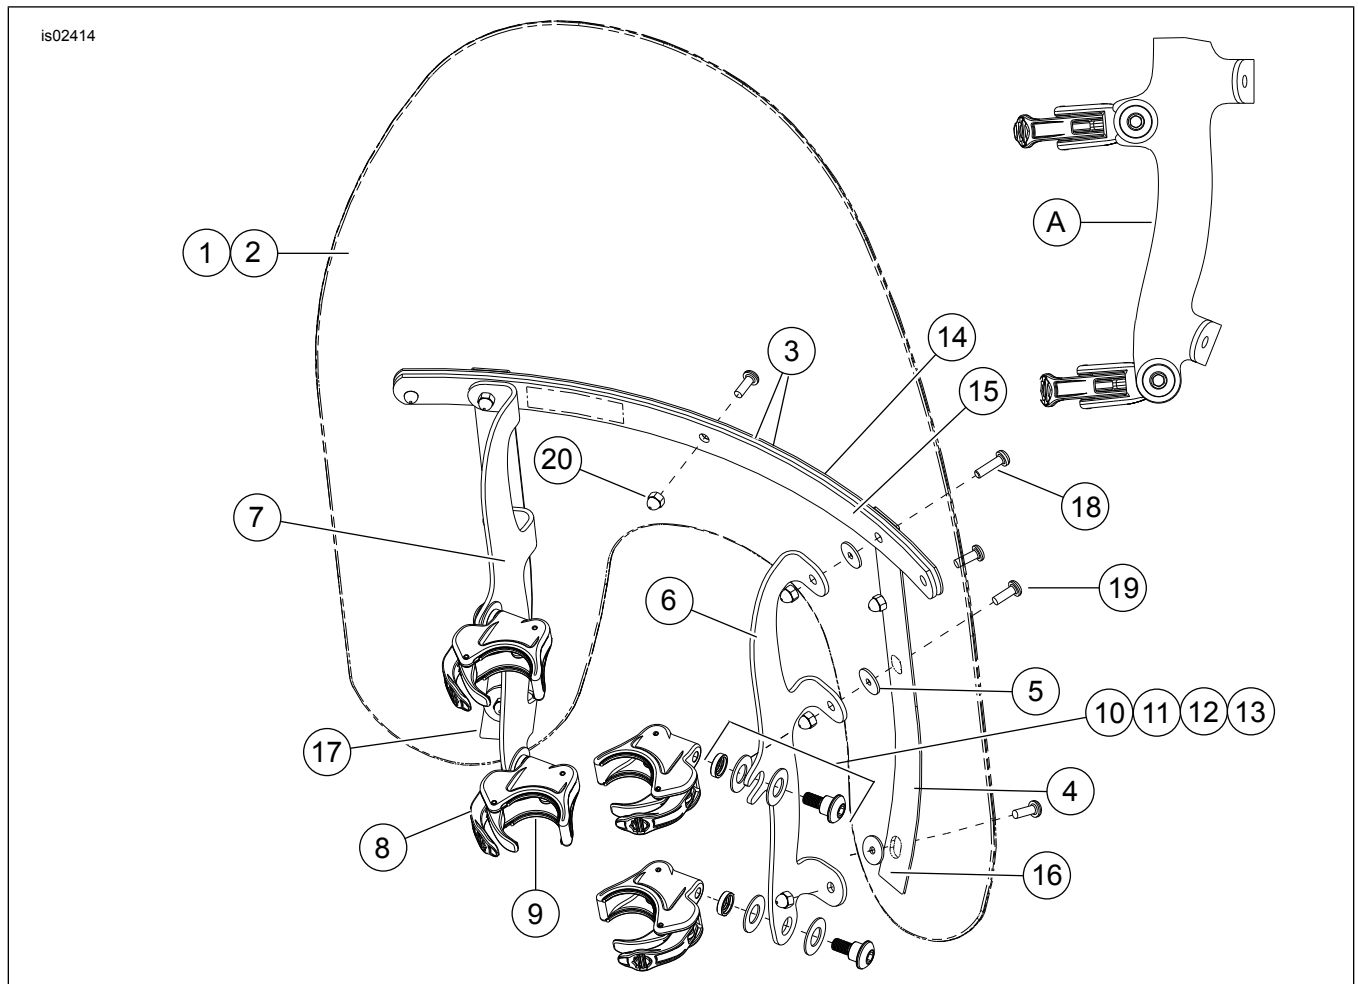
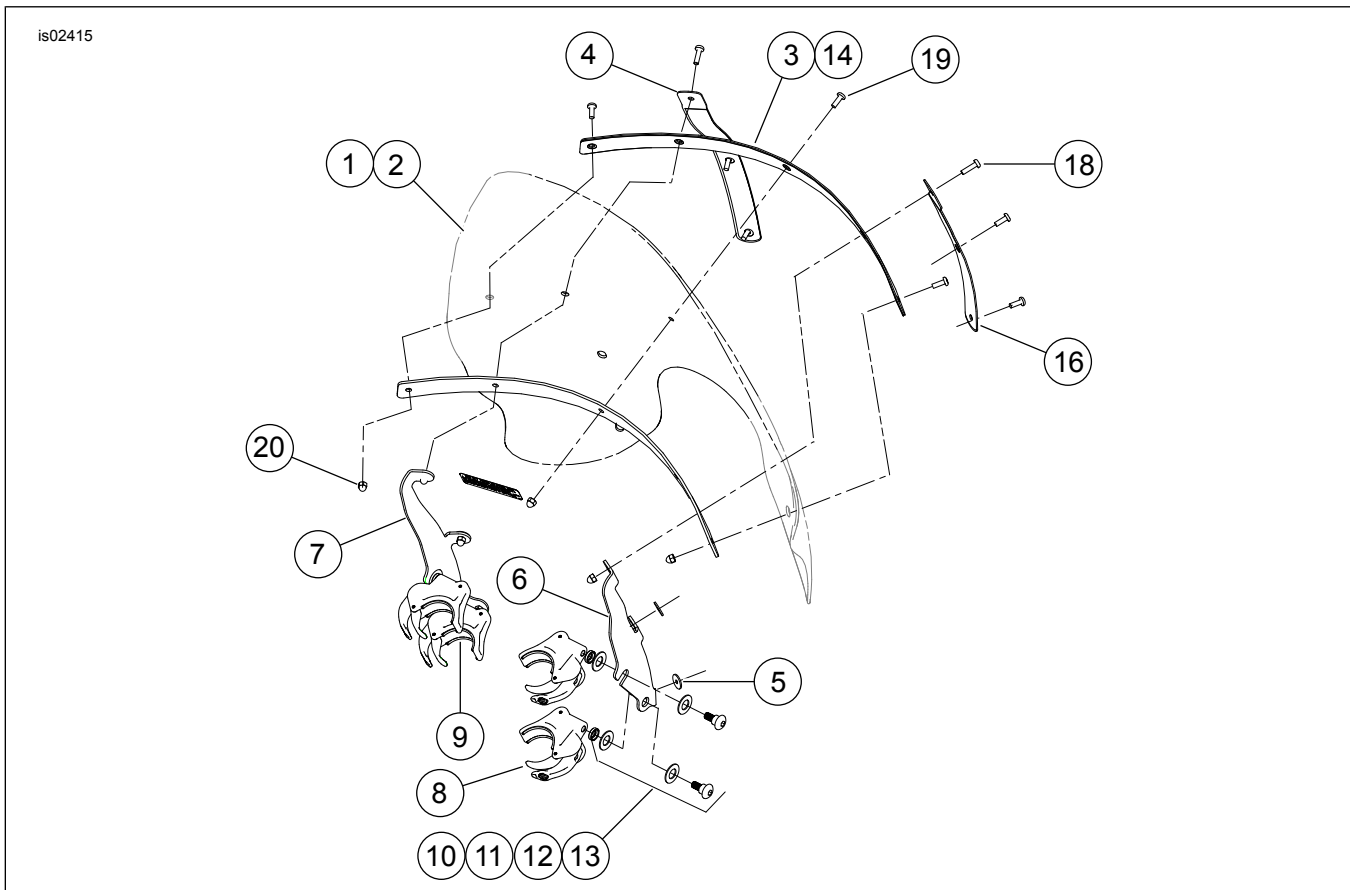
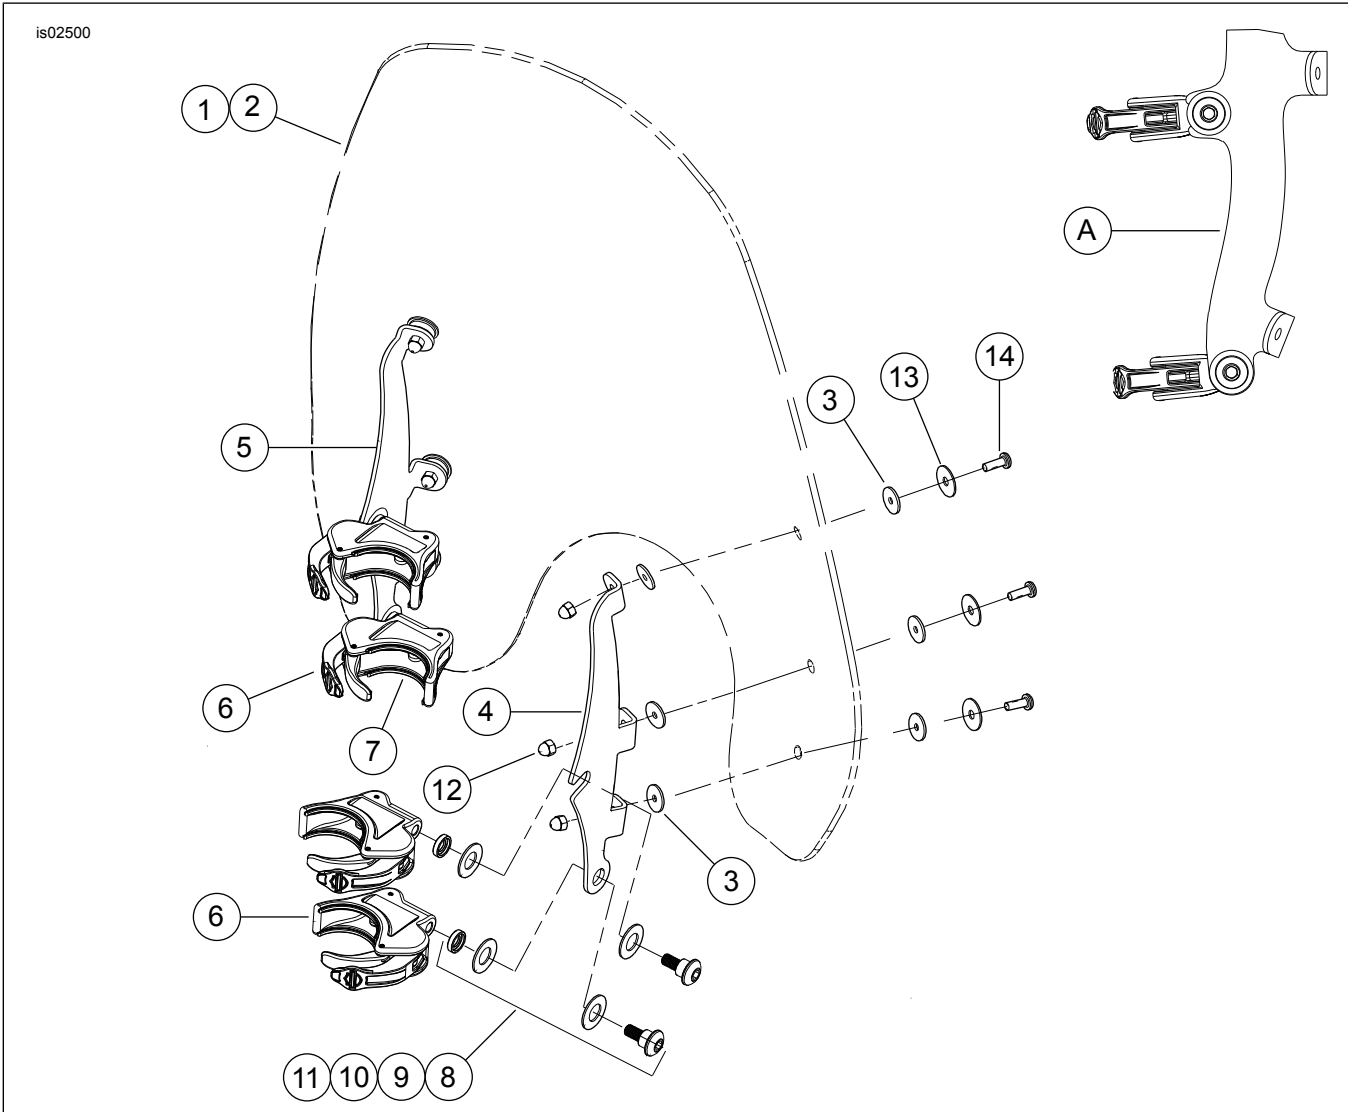

Figure 3. Mga Nilalaman ng Kit: Mga Kit ng Maliit na Mabilis na Release na Windshield (58387-06, 58413-06, 58444-06, 58346-06, 58347-06, 58348-06)
Figure 4. Mga Nilalaman ng Kit: Mga Kit ng Touring Mabilis na Release na Windshield (57015-06, 57016-06)
Figure 5. Mga Nilalaman ng Kit: Mga Kit ng Super Sport Mabilis na Release na Windshield (57300-06, 57301-06)
2. Tingnan ang Figure 3 , Figure 4 , Figure 5 , Figure 6 , Figure 7 at Figure 8 . Alisin pareho ang clamp at hardware kit mula sa balot nito, at ihiwalay ang kahalintulad na mga parte bilang paghahanda sa pagbubuo nito.